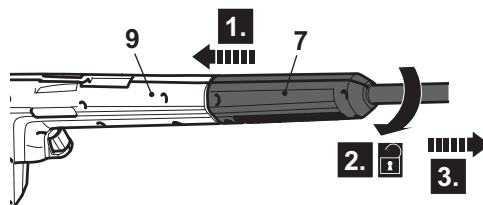

Fig. 7
2. Pressione a lança extensora (7) na direção da pistola pulverizadora (9) (Fig. 7, passo 1) e rode-a no sentido contrário ao dos ponteiros do relógio (passo 2) para a retirar (passo 3).